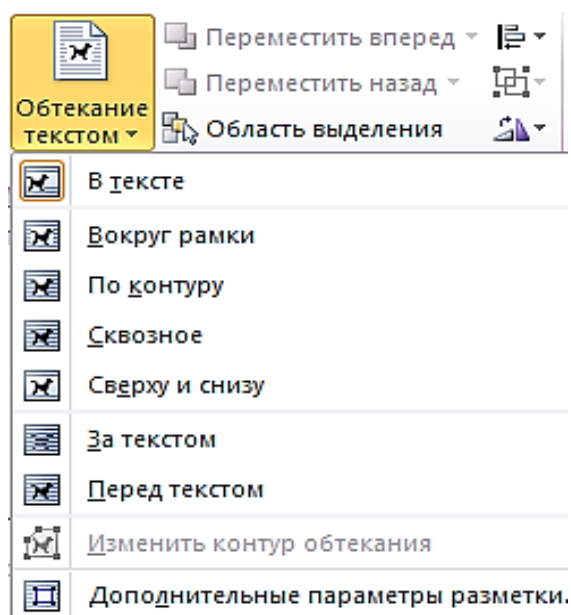

Рис. 69. Выбор режима (Стиля) обтекания фигуры
3. В появившемся меню (рис. 69) выбрать один из вариантов обтекания: **Вокруг рамки**, **По контуру**, **За текстом**, **Перед текстом** или др. вариант обтекания.